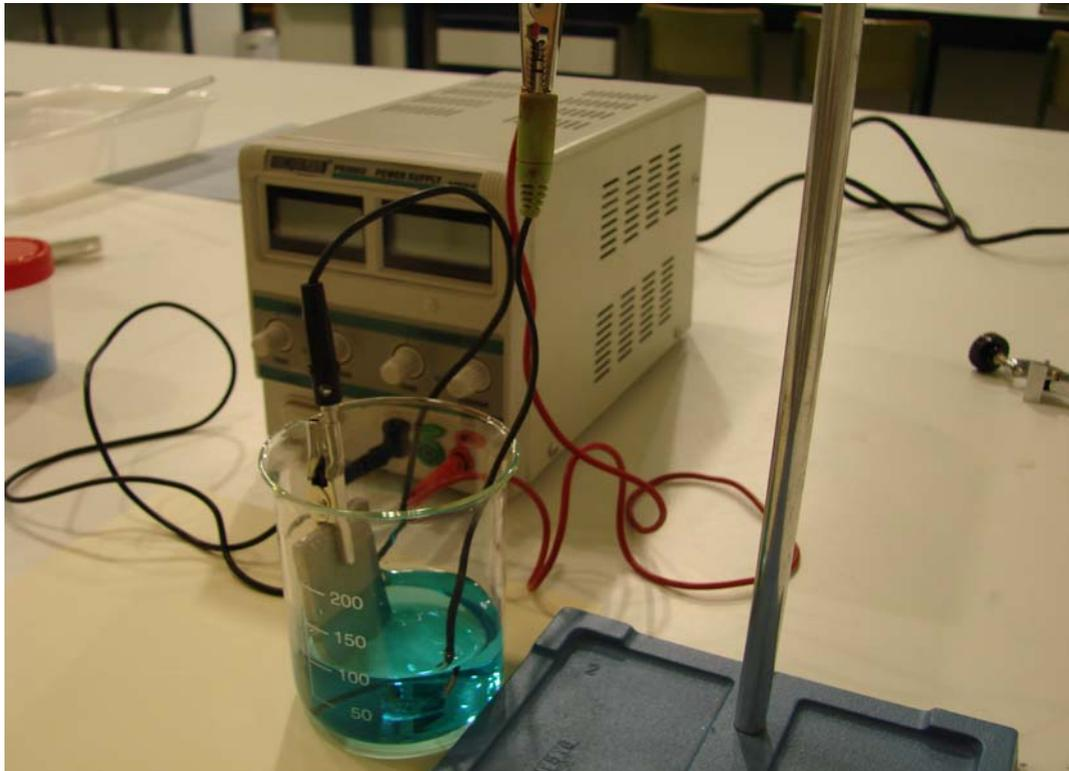

Fig. 2. Montaje de celda electrolítica para electrodeposición de cobre. Detalle de pieza recubierta.
A continuación, sigue los siguientes pasos (ver también Fig. 2):
- Introduce ahora los electrodos en el vaso (Fig. 2). Sumerge parcial y verticalmente el cátodo de acero en el vaso, apoyándolo en la pared del mismo.